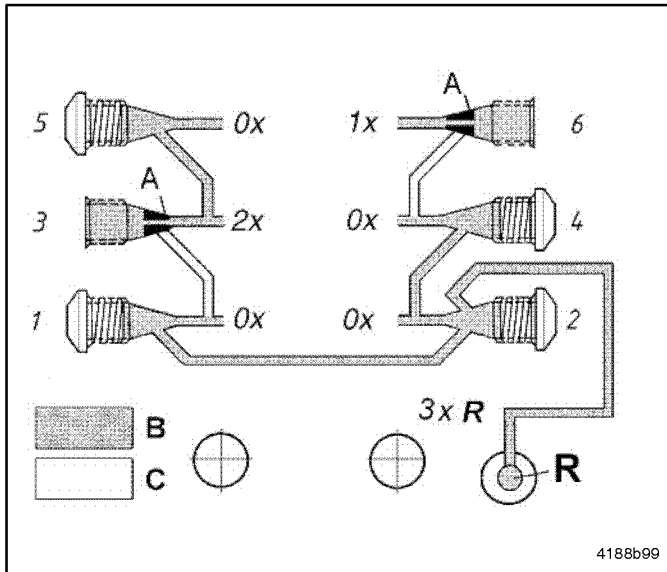

Abb. 1-4 Interne Rückführung von Schmierstoff
- Im QLS mit **hinten angebautem Verteiler** besteht die Möglichkeit, nicht benötigte Schmierstoffmengen vom Verteiler **intern** in den Behälter zurückzuführen (R, Abb. 1-4).
- Wie in Abb. 1-4 dargestellt, fließen die Mengen der Auslässe 1, 2 und 4 (3xR) in den Behälter zurück.